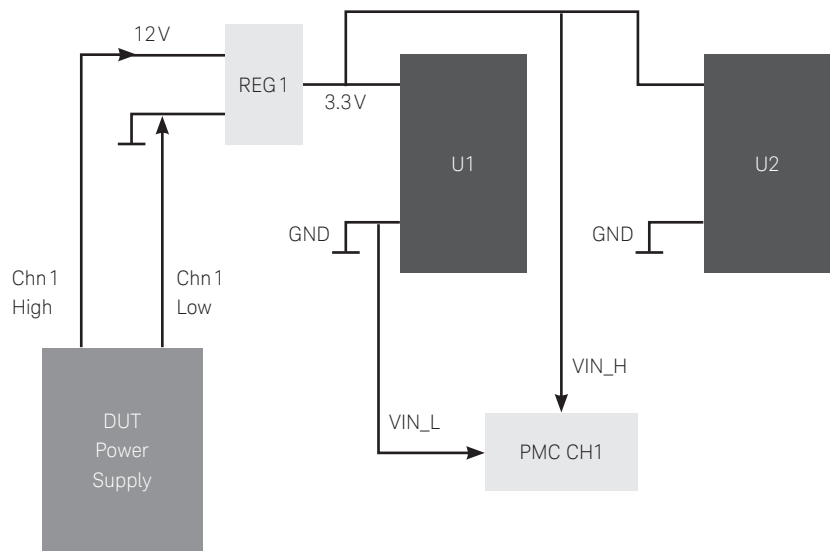

图3. 探测电压故障的PMC连接
1. 参看图3。把“3.3V”节点接到PMC通道1的“Vin_H”。Mint引脚_personality引脚位置为213173。